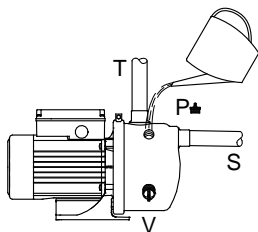

Fig. 5 Påfyllning av vatten i pumpen
Skruva ur pluggen (V) (fig. 5) och passa in ejektorventilen i hålet.
1. Skruva ur pluggen (P). Se fig. 5.